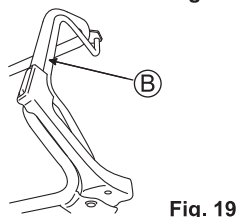

Fig. 19
4. Empurre o manipulador da embraiagem de acionamento (B) para a frente para começar a cortar. (Veja a fig. 19)